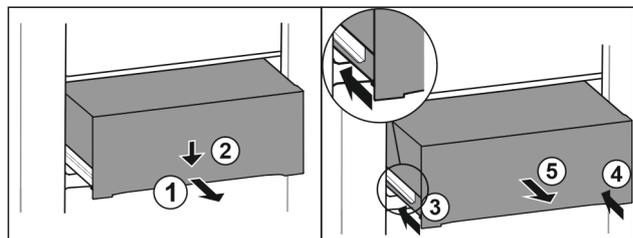

Fig. 163
- ▶ Schubfach halb herausziehen. Fig. 163 (1)
- ▶ Schubfach an der Vorderseite nach unten drücken. Fig. 163 (2)
- ▶ Linke Schiene etwa 2 cm einschieben. Fig. 163 (3)
- ▶ Rechte Schiene etwa 2 cm einschieben. Fig. 163 (4)
- ▶ Schubfach nach vorne entnehmen. Fig. 163 (5)